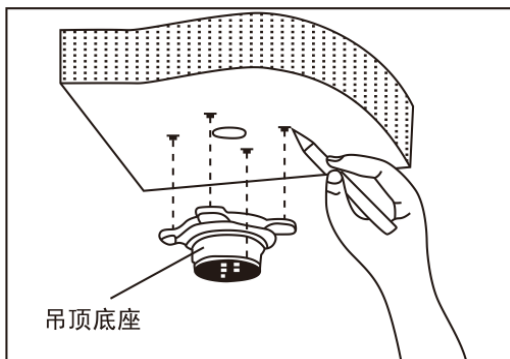

图19
a. 如图19所示，以吊顶底座的安装孔为模板，在天花板上画出打孔位置，并打孔装入M6膨胀螺钉。